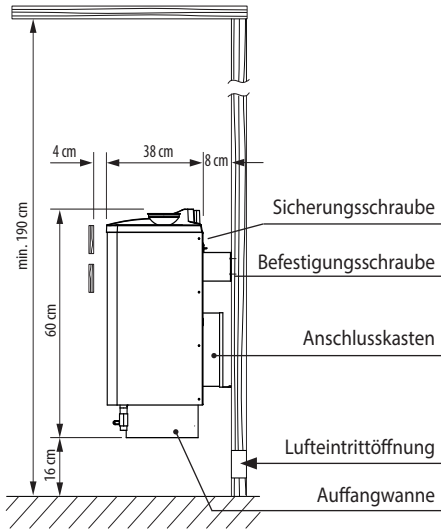

Abb. 5
4. Das Saunaheizgerät mit den Aufnahmeschlitzen der Rückwand in der Wandhalterung einhängen und an den Abstandhalter anlegen (Abb. 5).